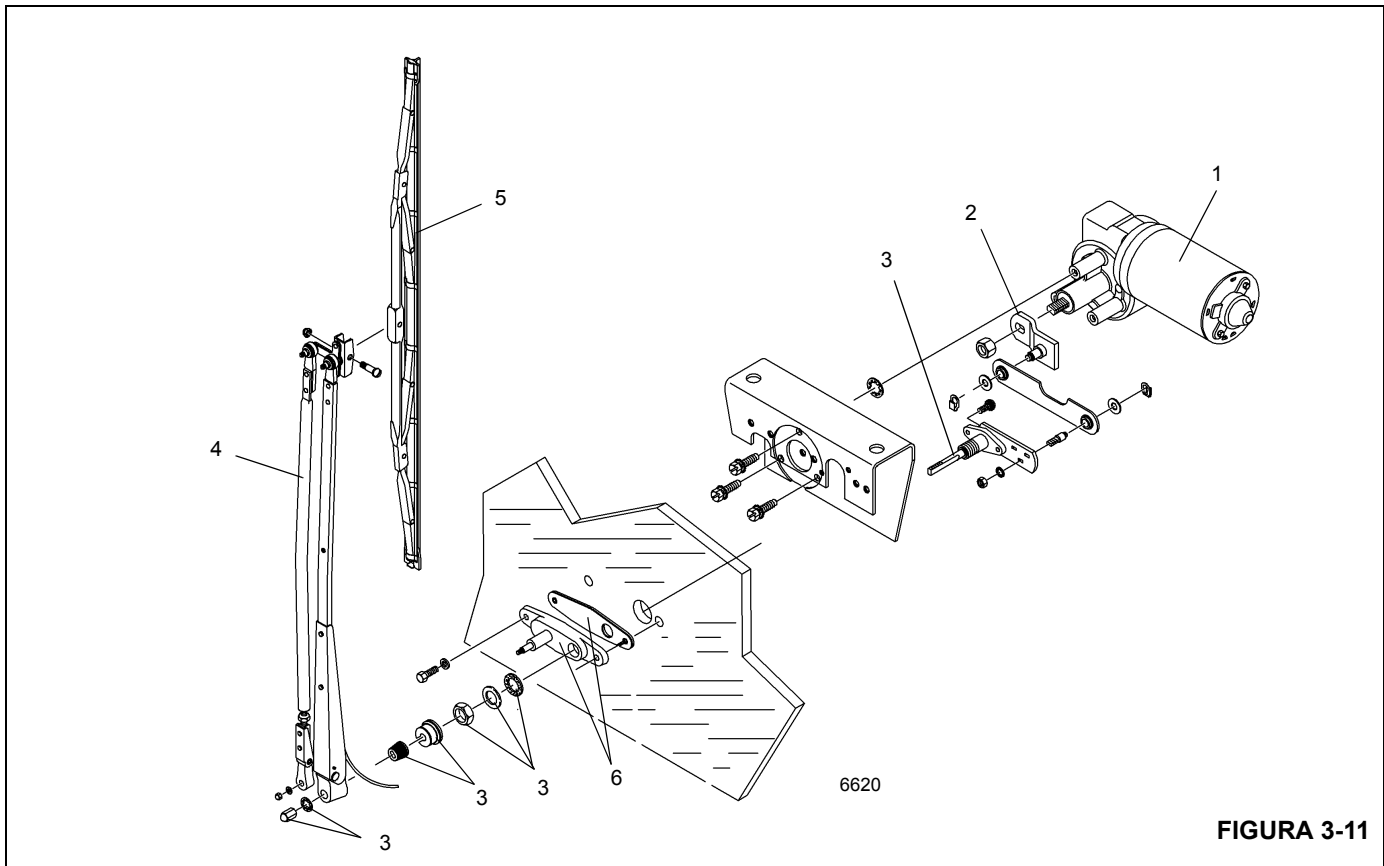

FIGURA 3-11
4. Desconecte la manguera del lavaparabrisas en el brazo del limpiaparabrisas (también conocido como el conjunto de brazo de pantógrafo) del conjunto de boquilla (Figura 3-11).